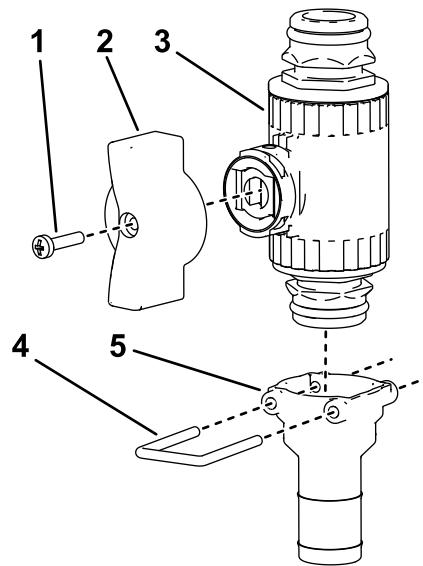

図 26
- ウイングハンドルとストレートフィッティングをコントロールバルブに組み付ける(図 26)。
- 図 26に示すように、リテーナを使ってストレート継手をコントロールバルブに取り付ける。